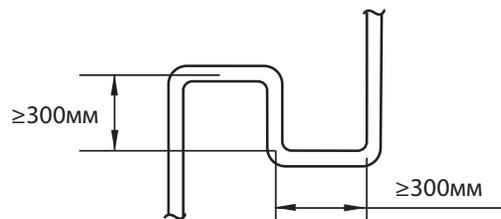

Рис. 5-2
4. Если наружный блок размещен наверху, и перепад высот превышает 20 м, рекомендуется установить маслоподъемные петли через каждые 10 м на газовой линии главного трубопровода. На Рис. 5-2 представлена схема маслоподъемной петли.